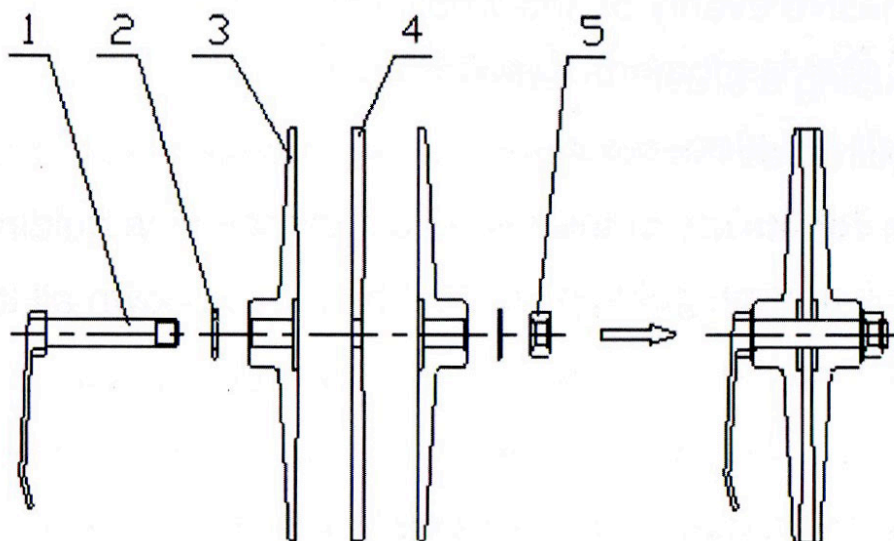

Рис. 3. Схема зажима дисков и наждачной бумаги. 1 Нажимной болт. 2 Шайба. 3 Точильный диск. 4 Двухсторонний зажимной диск. 5 Гайка.
- Проденьте другую шайбу через выступающий болт зажимного диска и затем наверните гайку (рис. 3).